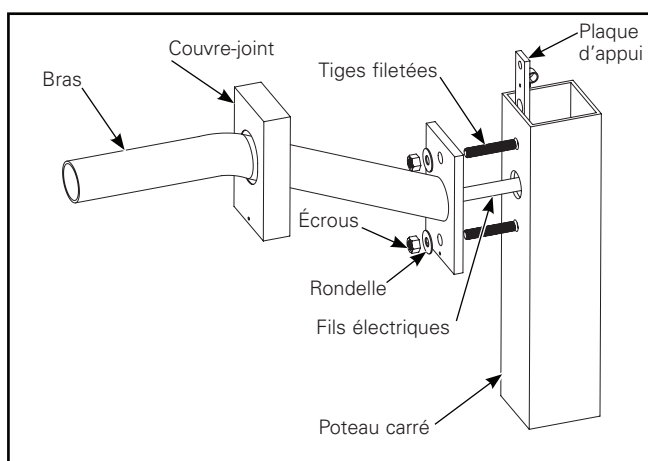
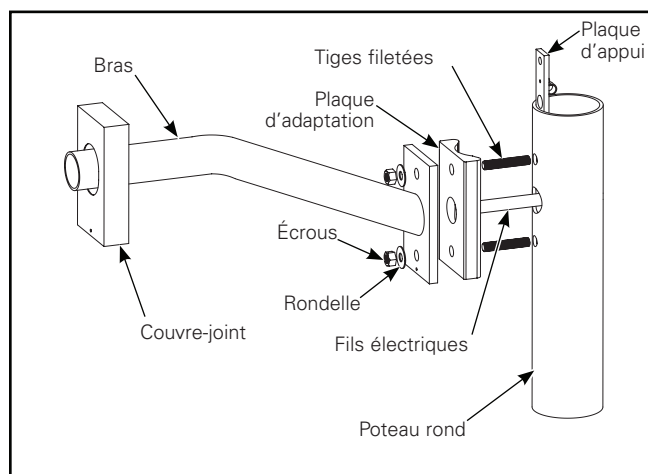

Figure 6.
Figure 7.
### Crosse : Poteau carré (Figure 6) et poteau rond (Figure 7)
3. Pour les poteaux ronds seulement – Installez la plaque d'adaptation ronde en veillant à ce que la face arrondie soit face au poteau (Figure 7). Alignez les trous supérieurs et inférieurs.